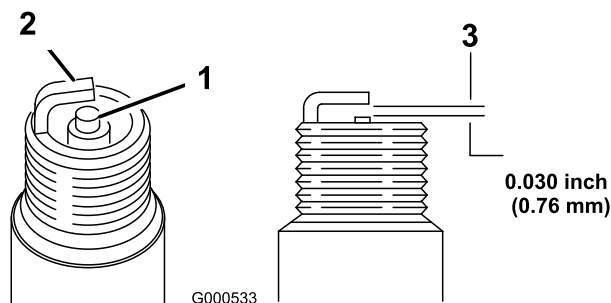

図 54
1. 中央の電極部 (図 54) を観察する。
2. すきまゲージでエア・ギャップの点検を行い、隙間の大きさが適切でなければ側面の電極を注意深く曲げて調整する(図 54)。